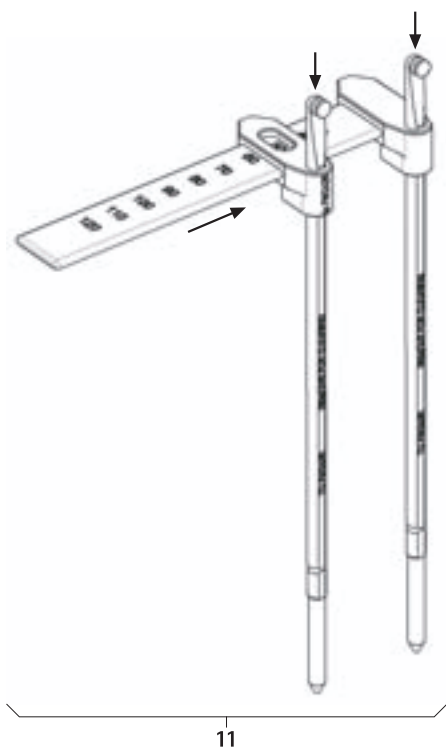

Fig. 17
- Montar o medidor do comprimento de barras 11, ver Fig. 17.